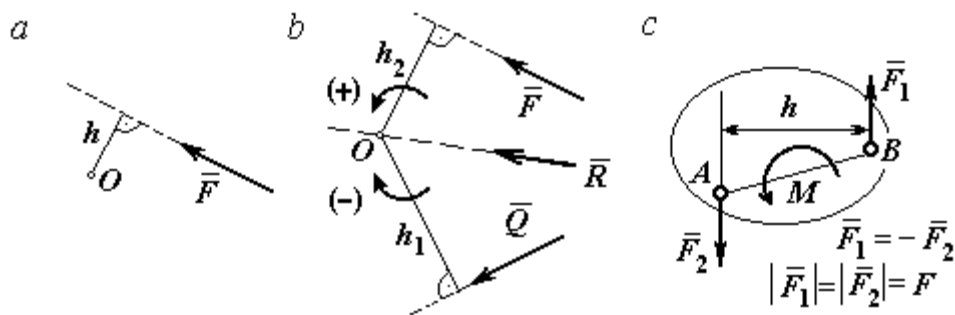

Рис. 1.19. Схемы к вычислению момента силы:
Алгебраическим моментом  $M_O(\vec{F})$  силы  $\vec{F}$  относительно центра  $O$ , или просто **моментом силы  $\vec{F}$**  относительно центра, называют взятое с соответствующим знаком произведение модуля силы  $\vec{F}$  и кратчайшего расстояния  $h$  от центра до линии действия силы (рис. 1.19, а):  $M_O(\vec{F}) = \pm Fh$ . Величину  $h$  называют **плечом силы**. Единица измерения момента – Н·м. Момент считается положительным, если сила  $\vec{F}$  стремится повернуть тело вокруг центра в
На рис. 1.19, *b* показаны знаки моментов сил  $\vec{F}$  и  $\vec{Q}$  относительно центра  $O$ :  $M_O(\vec{F}) = +Fh_2$ ,  $M_O(\vec{Q}) = -Qh_1$ . Момент силы  $\vec{R}$  относительно центра  $O$  равен нулю:  $M_O(\vec{R}) = 0$ , так как плечо силы равно нулю.
**Парой сил**, или просто парой (рис.1.19, *c*), называют систему двух равных по модулю сил, параллельных, направленных в противоположные стороны и не лежащих на одной прямой. **Плечом пары** называют кратчайшее расстояние между линиями действия ее сил. Алгебраическим моментом пары сил, или **моментом пары**, называют взятое со знаком плюс или минус произведение модуля одной из сил пары и плеча пары. Правило знаков такое же, как и для момента силы. Пара сил, показанная на рис. 1.19, *c*, имеет плечо  $h$  и момент  $M$ :  $M = F_1h = F_2h$ . Поскольку пара сил характеризуется только ее моментом, на схемах пару часто изображают дуговой стрелкой, показывающей направление поворота твердого тела под действием пары (см.  $M$  на рис. 1.19, *c*).